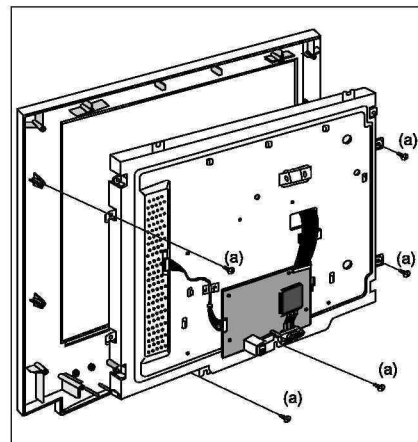

Рис. 6
5. Выкручивают пять винтов (а) и снимают переднюю панель монитора (рис. 6).